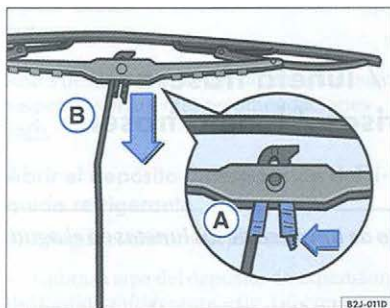

Fig. 118 Escobillas del limpiaparabrisas
- Apriete la traba de seguridad ⇒ fig. 118 Ⓐ en el sentido de la flecha.